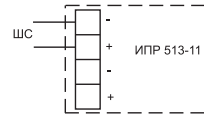

Рисунок 4 – Схема подключения извещателя
6.9 Подсоединить провода ШС к клеммным соединителям (положительный провод ШС – к клеммным соединителям с маркировкой "+", отрицательный – к клеммным соединителям с маркировкой "-"). Маркировка клеммных соединителей нанесена на плате (см. рисунок 4).